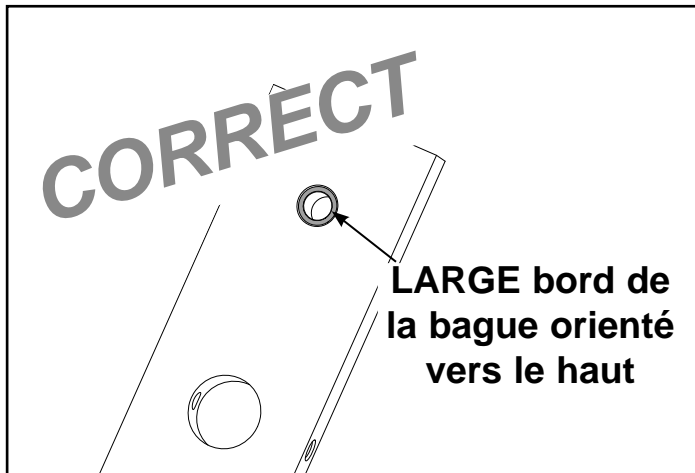

Figure 9A
- H. Installez minutieusement les plaques de poids, une par une. **REMARQUE** : Lorsque vous installez les plaques de poids, positionnez-les de sorte que les larges bords des bagues soient orientés vers le haut et les bords étroits des bagues soient orientés vers le bas. Reportez-vous aux figures 9A et 9B.